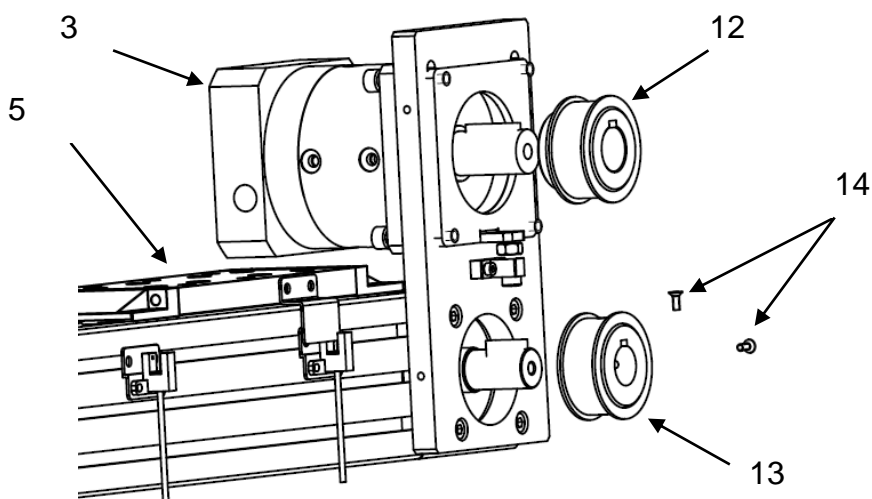

Рисунок 14 – Установка шкивов.
4) установить шкивы (поз. 12 и 13) на валы редуктора (поз. 3) и линейного модуля (поз. 5) (см. рисунок 14). Закрепить шкив (поз. 13) на вал линейного модуля (поз. 5) с помощью винтов (поз. 14);